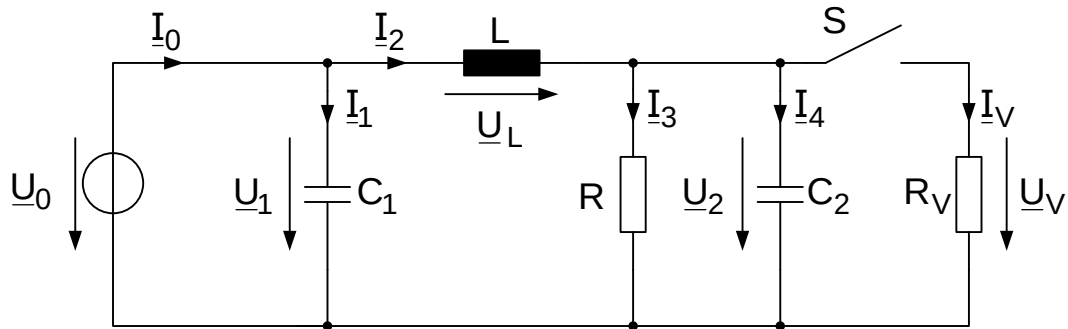

Bild 1.1: Ersatzschaltbild der Schaltung
Die in Bild 1.1 dargestellte Schaltung wird an einer sinusförmigen Wechselspannung mit dem Effektivwert U_0 und der Frequenz f betrieben. Nachfolgend soll das Verhalten der Schaltung in Abhängigkeit der Bauteile und ihrer Werte berechnet werden.
- Vervollständigen Sie auf dem Lösungsblatt das qualitative Zeigerdiagramm für die in Bild 1.1 dargestellte Schaltung so, dass alle eingezeichneten Spannungen und Ströme enthalten sind.